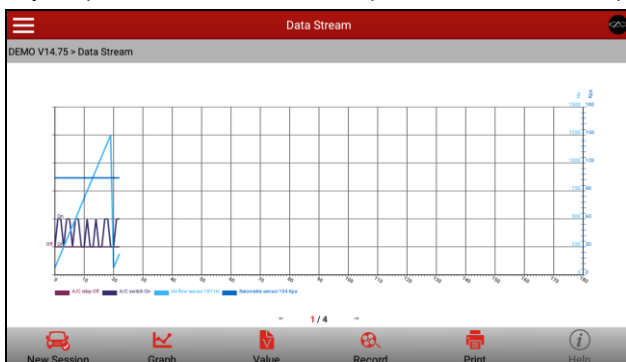

Рис. 4-22
- ✓ **Объединенный** – режим наложения графиков для сравнения данных. В этом случае разные данные выделены разными цветами. См. рис. 4-22.